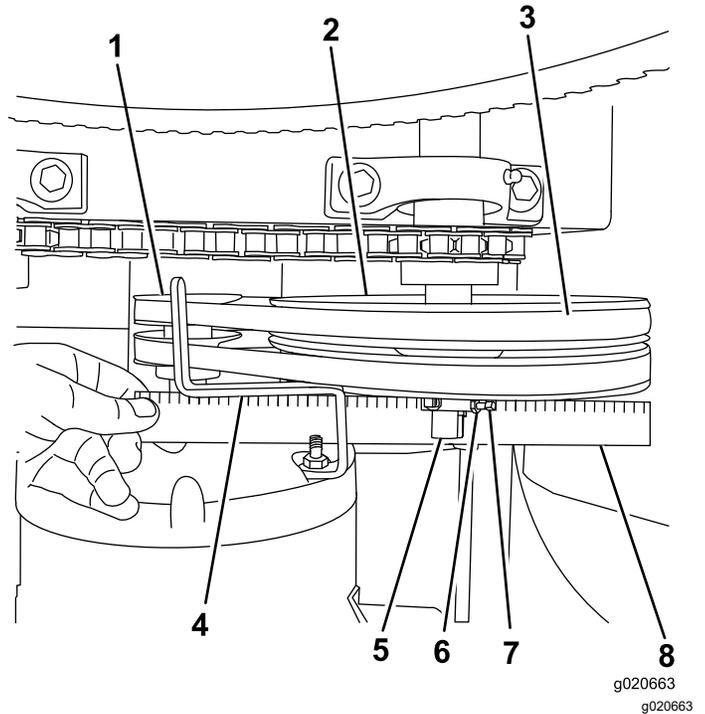

Figure 36
- D. Placez une règle droite en travers de la poulie de moteur et de la poulie de tension (Figure 36).
- Au besoin, faites pivoter le moteur sur le plancher moteur jusqu'à ce que la poulie de moteur et la poulie de tension soient alignées sur la règle droite (Figure 36).